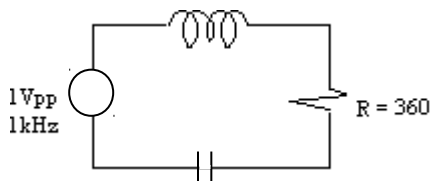

Figura 5. Esquema del circuito RLC
- Instale el circuito mostrado en la figura 5 y mida los voltajes en cada elemento.